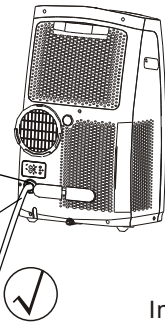

Imagen 20b
- En el modo bomba de calefacción, retire el tapón de drenaje inferior en la parte trasera de la unidad, instale el conector del drenaje (reparador hembra universal 5/8) con 3/4 manguera (comprar). Para los modelos que no cuentan con un conector de drenaje, adjunte la manguera de drenaje al orificio. Coloque el extremo abierto del adaptador de la manguera directamente sobre el área de drenaje en el piso. Consulte la Imagen 20b.